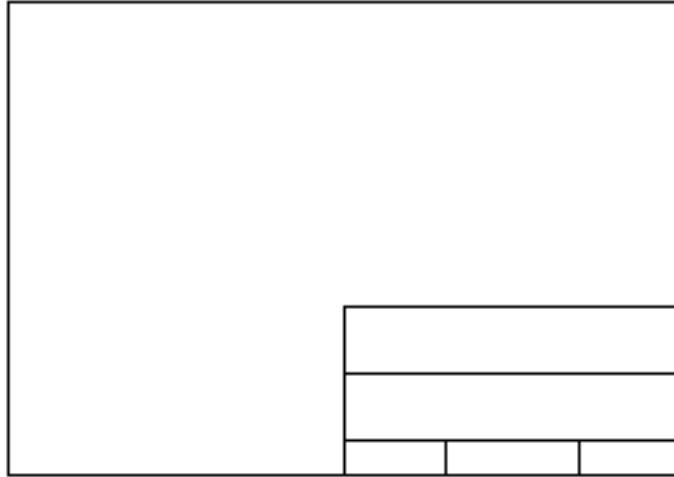

Рис. 8.1. Рамка и штамп
1. Откройте файл ab11-a.dwg (рис. 8.1).